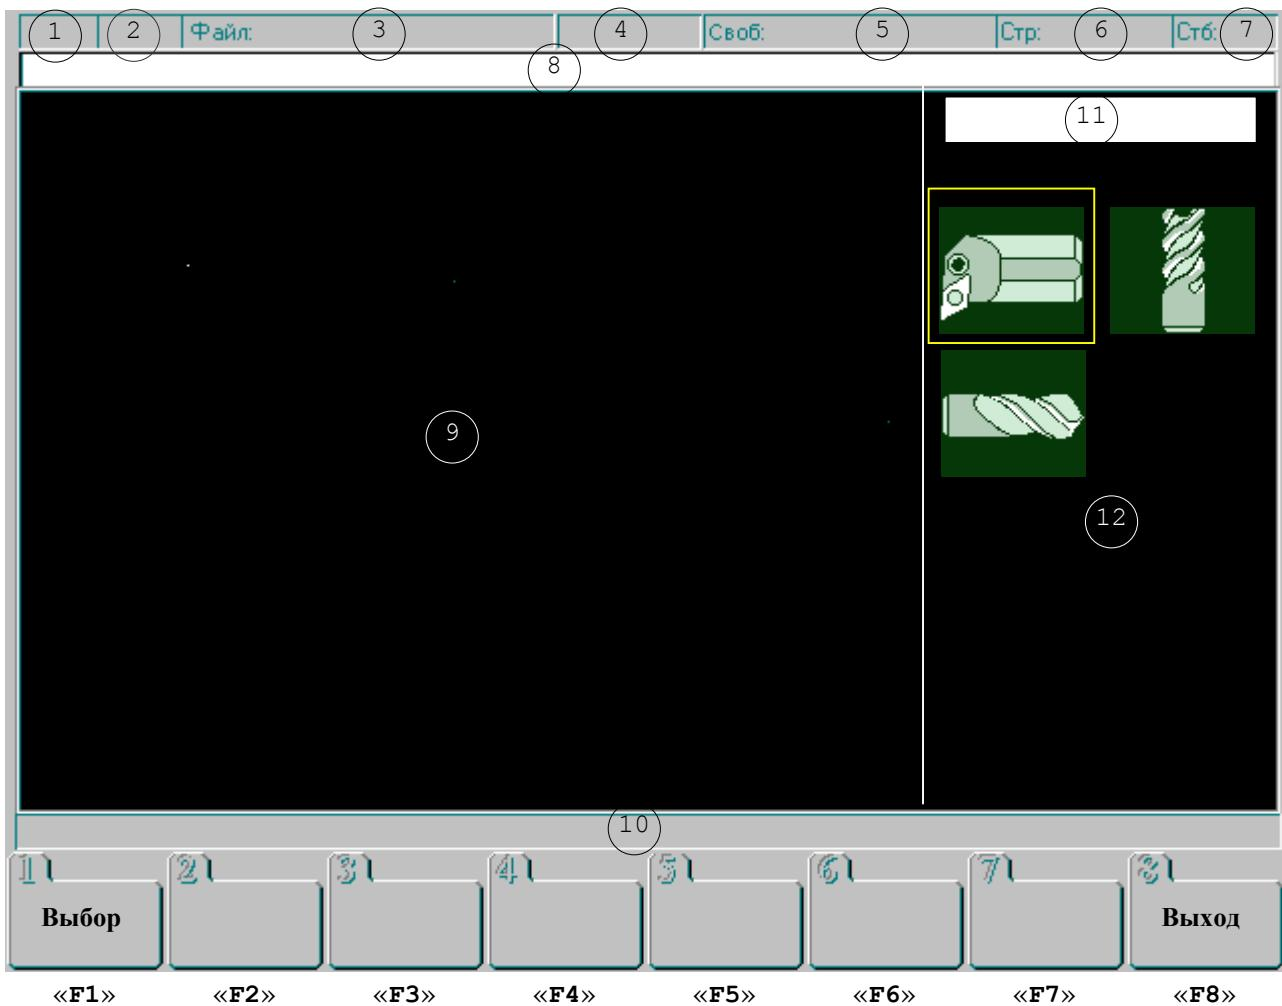

Рис.5
[название группы циклов]	- название группы циклов из 21 символа. Выводится в поле 11 видеостраницы редактора ВП, рис.5.
- [имя] - имя каталога или цикла. Выводится в поле 10 видеостраницы редактора ВП, рис.5. Макс. длина строки подсказки 71 символ, например: